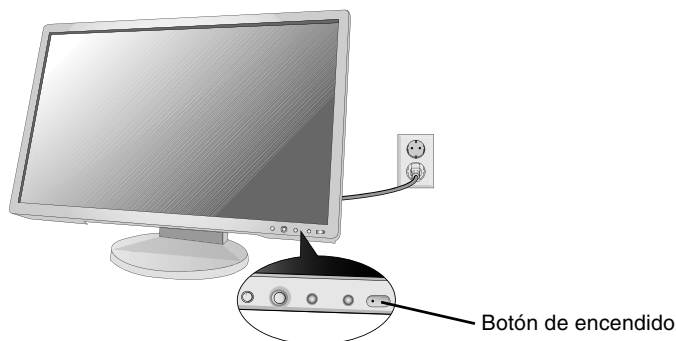

Figura E.1
8. Conecte el cable de alimentación a la toma de corriente (**figura E.1**).
9. Encienda el monitor con el botón de encendido frontal y ponga en marcha el ordenador (**figura E.1**).